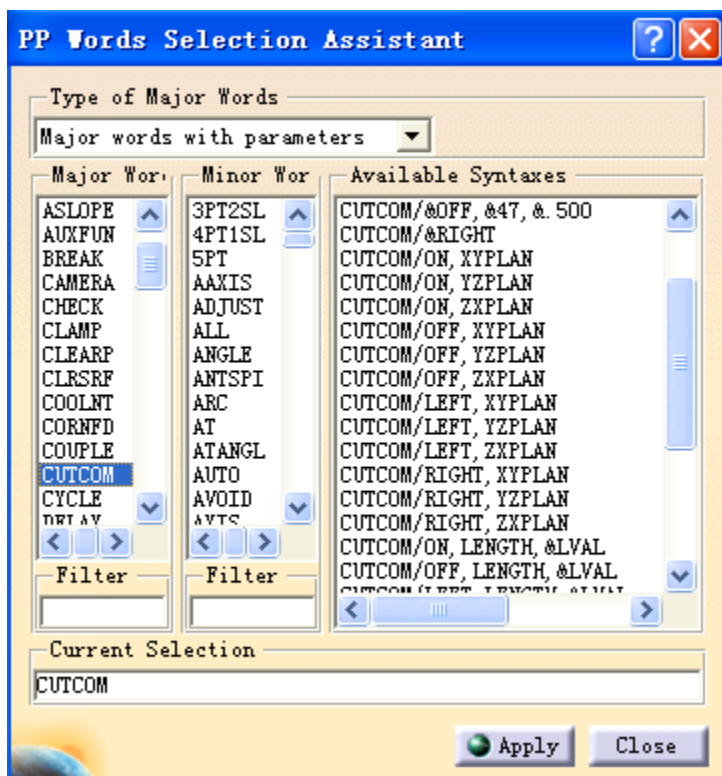

图 1-68 后置处理语句选择辅助对话框
b. 点击对话框中的  图标按钮，进入后置处理语句选择辅助对话框如图 1-68 所示，有关当前零件操作的后置处理语句表显示在列表中以供选择。